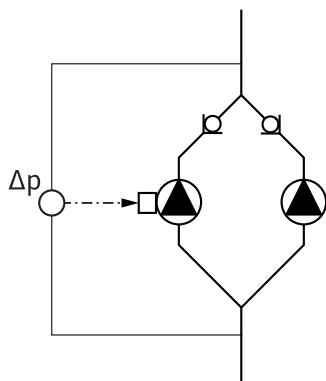

Fig. 13: Eksempel, forbindelse differansetrykkgiver
- I eksempelet i Fig. 13 er masterpumpen den venstre pumpen i strømningens retning. Koble differansetrykkgiveren til denne pumpen. Målepunktene til differansetrykkgiveren på masterpumpen må – i respektive kollectorrør – ligge på suge- og trykksiden til dobbelpumpeanlegget (Fig. 13).